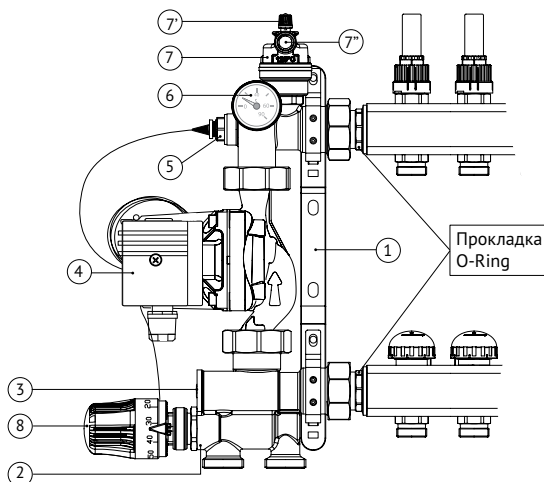
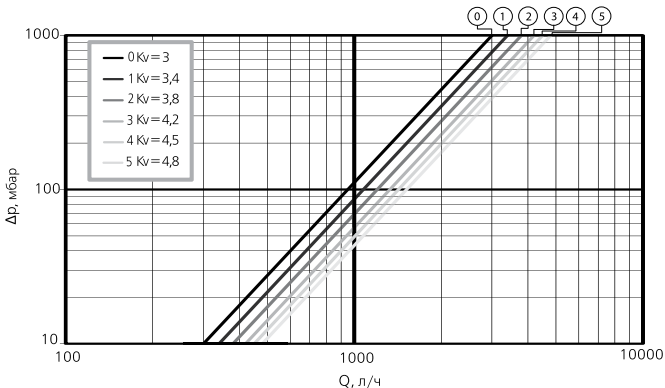

Рис. 2
Рис. 3
Чёрный колпачок сверху (см. рис. 2 поз 7') – это запорный элемент ручного воздухоотводчика.
Серый винтик сбоку (см. рис. 2 поз 7'') – это запорный элемент автоматического воздухоотводчика.
2. При помощи монтажного кольца головки закрепите её на смесительном клапане (рис. 2 поз. 2).
3. Поместите датчик в гнездо температурного датчика (рис. 2 поз. 5).
Настройка байпаса: согласно приведённой ниже диаграмме (рис. 3), расходу 1032 л/ч, соответствуют 6 разных кривых ΔP_{valv} при разных настройках байпаса (рис. 2 поз. 3): чем меньше открыт байпас, тем быстрее достигается требуемая температура на подаче, и наоборот, при максимально открытом байпасе увеличивается расход и одновременно сокращается колебание температуры подачи, связанное с открытием–закрытием различных зон, на которые разделяется система отопления.